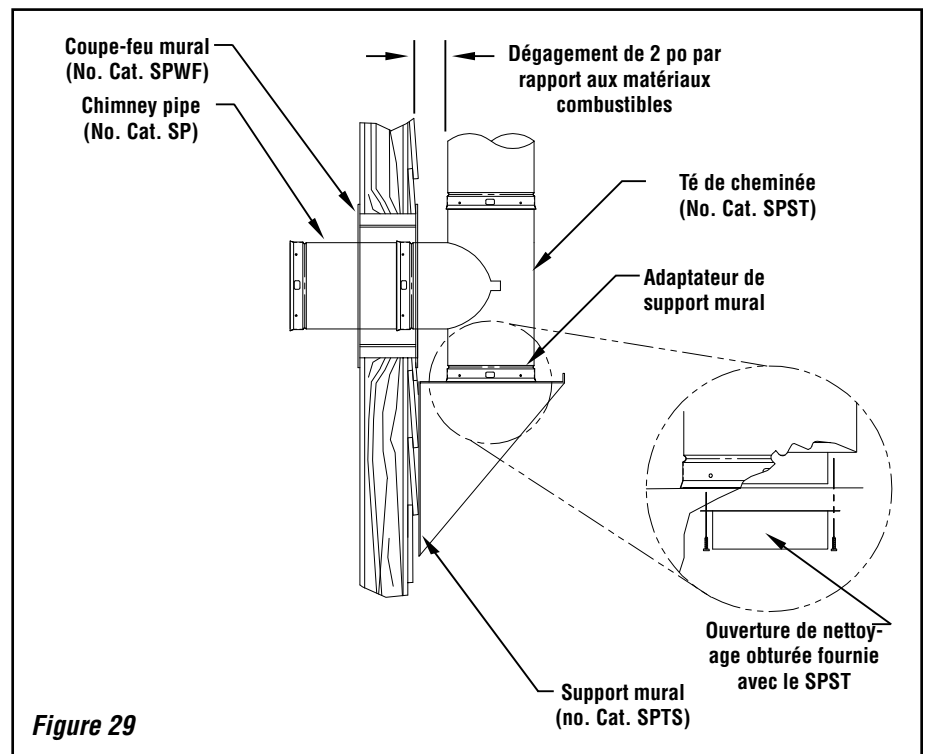

Figure 29
3. Un coupe-feu mural (SPWF) en 2 parties doit être installé dans l'ouverture encadrée depuis l'extérieur. La partie en acier inoxydable est d'abord installée à partir de l'extérieur de l'ouverture. Enfoncez l'autre moitié dans l'ouverture depuis l'intérieur jusqu'à ce que la plaque affleure le montant. Utilisez quatre (4) vis à bois 10 x 2-1/2 po pour fixer l'ouverture (**figure 29**). Étanchéifiez la plaque extérieure avec du produit d'étanchéité RTV ou similaire.